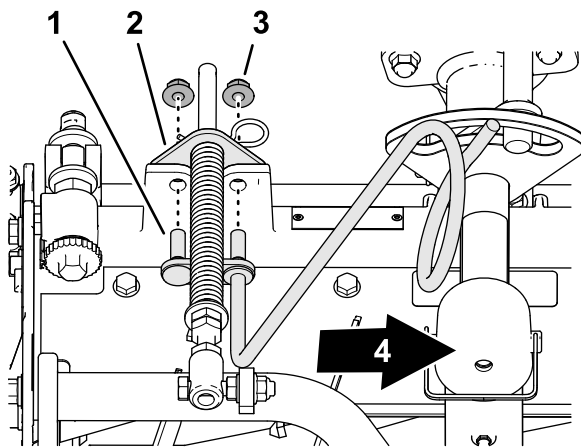

Figura 14
- Allineate i perni della guida dei flessibili di destra con i fori nel telaio dell'apparato di taglio e nella staffa di compensazione per il manto erboso (Figura 14).